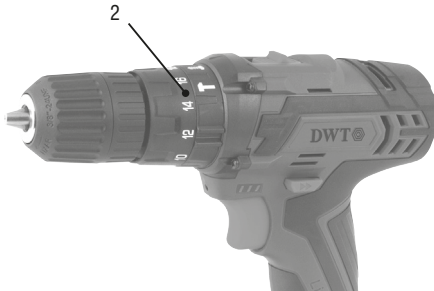

Fig. 4 – Ajuste de torque
A PARAFUSADEIRA/FURADEIRA COM IMPACTO A BATERIA PFD 012I DWT possui 18 posições de ajuste de torque, conforme Fig. 4, que devem ser reguladas de acordo com a necessidade do usuário. Destas posições, a posição 1 é a com menor torque e, consequentemente, a 18 é a posição que possui o maior torque. Para selecionar o torque desejado, basta girar o seletor de torque (2).